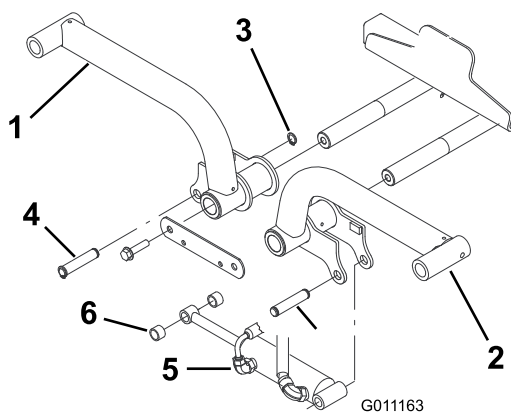

Figura 12
4. Inserite i bracci di sollevamento sui relativi alberi di articolazione (Figura 12) e fissate ogni collegamento ottenuto con l'attacco degli alberi di articolazione dei bracci di sollevamento e con i bulloni rimossi in precedenza.